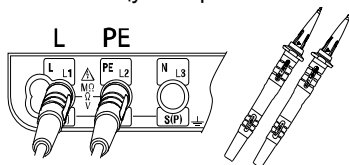

Рис.47
2. Вставьте измерительные щупы в разъемы на приборе. (Рис.47)